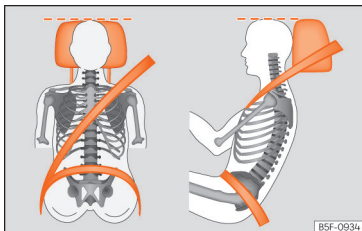

Fig. 19 Faixa do cinto de segurança e encosto de cabeça corretamente regulados.
beça, e nunca abaixo dos olhos. Mantenha a nuca o mais próximo possível do encosto de cabeça »» Fig. 19.
- Ajuste longitudinalmente o banco, de modo a poder carregar a fundo nos pedais com os joelhos ligeiramente fletidos e a ficar uma distância entre a zona dos joelhos e o painel de instrumentos de pelo menos 10 cm (4 polegadas) »» Fig. 19.